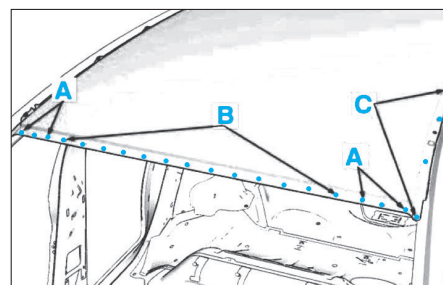
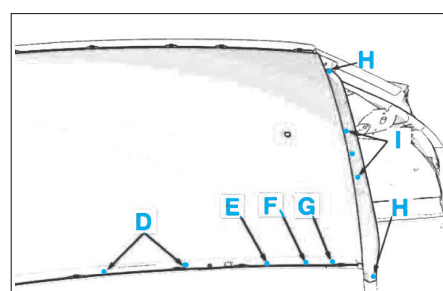

FIG. 95
FIG. 96
- Dépointer et décoller des traverses, le pavillon aux endroits indiqués de A à L (**Fig.95**) et (**Fig.96**).